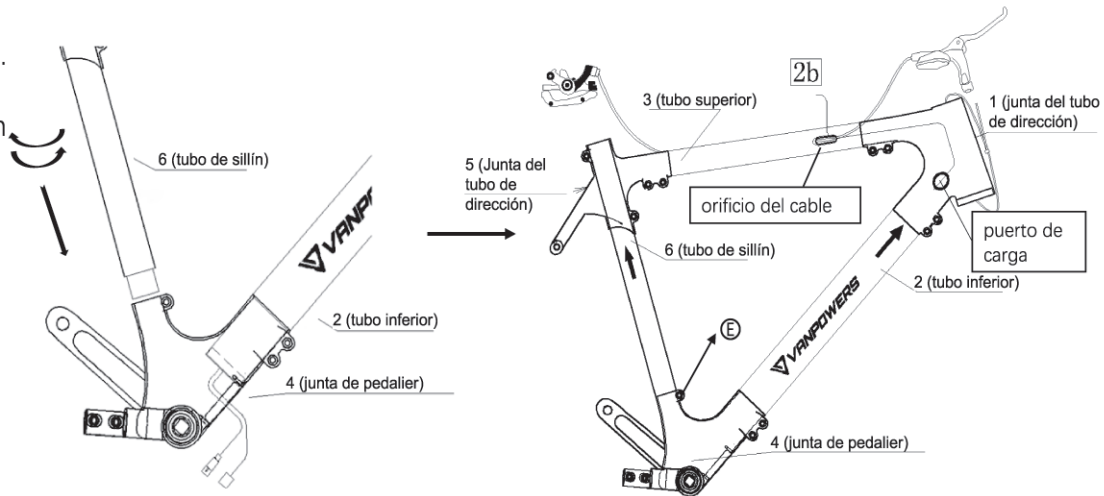

Figura 13.
b. Insertar la pieza 6 en la pieza 4 hasta que no haya espacio entre ellas, como se muestra en la Figura 13. No bloquee el tornillo ⑤ todavía.